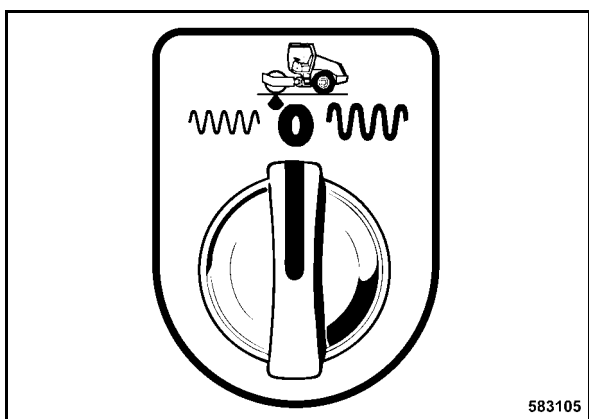

Fig. 69
- Después de terminar el trabajo, poner el interruptor giratorio para vibración, preselección de amplitudes (Fig. 69) a posición "0".